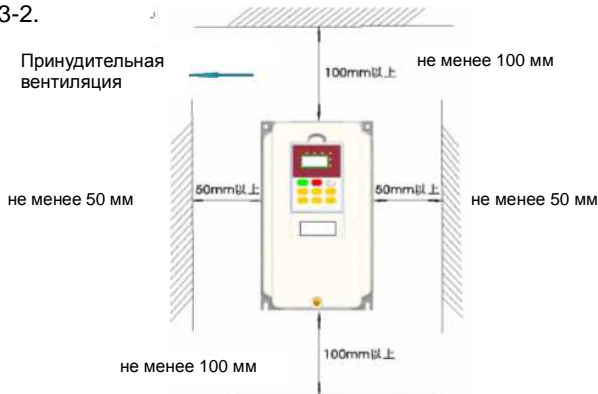

Рис. 3-1 Пространство, требующееся для установки преобразователя
- (1) Как правило, преобразователь должен устанавливаться вертикально.
- (2) Требуемое для установки преобразователя место и минимальное свободное пространство вокруг него показаны на рис. 3-1.